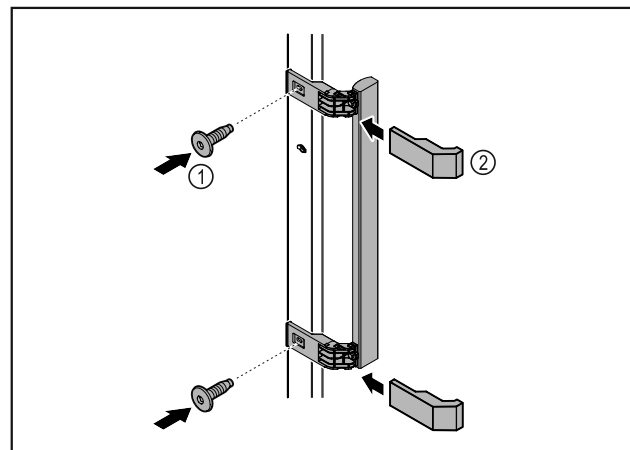

Fig. 46
- Montare sulla porta la maniglia contenuta nella confezione con le viti annesse Fig. 46 (1).
- Applicare la copertura Fig. 46 (2).